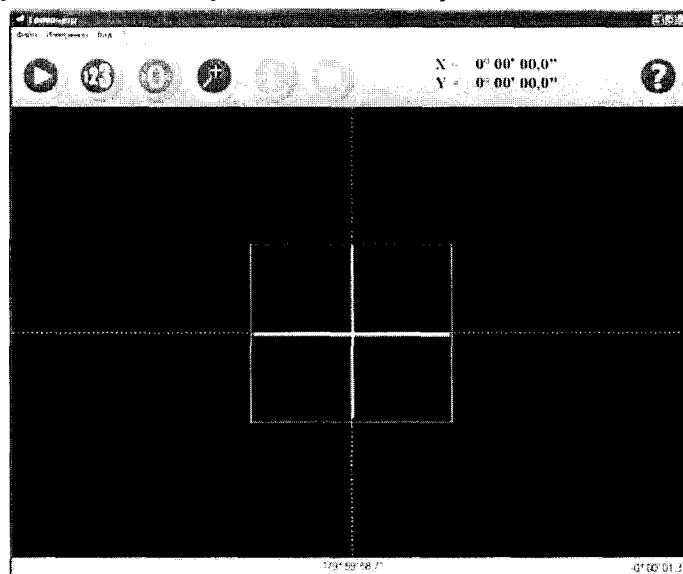

Рисунок 19.
2.3.24 Нажать кнопку  или клавишу «F10», отсчет будет принят за ноль (рисунок 19).